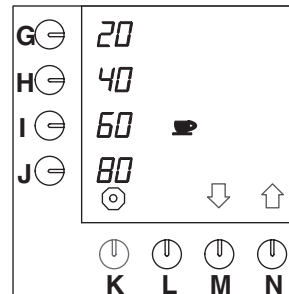

Abb. 25 Ändern der vorprogrammierten Wahl taster für Tassen
- Drücken Sie auf die Wahl taster (N.)↑, bis Abb.25 im Display erscheint.